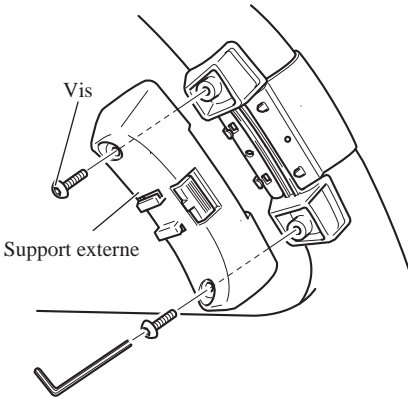

Fig. 15
3. Installer le support externe sur le support interne et fixer avec les vis. (Fig. 15)